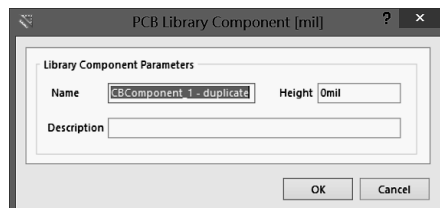

图 9-3-4 元器件属性设置对话框
(2) 在 PCB Library 工作面板中选中元器件名称, 然后右击, 在弹出的菜单中选择 Component Properties..., 弹出元器件属性设置对话框, 如图 9-3-4 所示。也可以执行菜单命令 Tools→Component Properties...或在 PCB Library 工作面板中双击元器件名称, 均可打开元器件属性设置对话框。